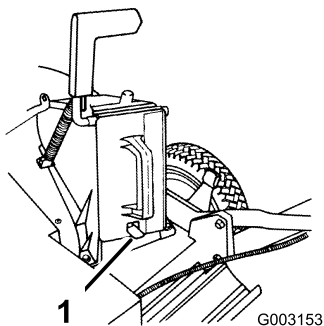

Figura 7
3. Inserte el tapón hasta el fondo, hasta que el clip en la parte inferior del tapón se enganche, fijando el tapón firmemente en el conducto de descarga (Figura 7).